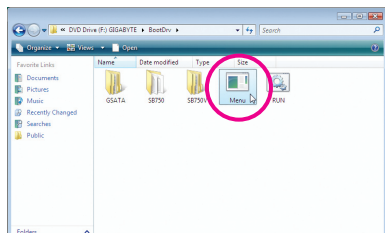
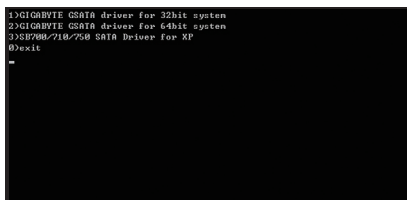

図 2
図 3
- 2: 光学ドライブフォルダから、BootDrv フォルダの Menu.exe ファイルをダブルクリックします(図2)。図3のようなコマンドプロンプトウィンドウが開きます。
- 3: 空のフォーマット済みディスクを挿入します。メニューから対応する文字を押すことでコントローラドライバを選択します。例えば、オペレーティングシステムの場合図3のメニューから 3) SB700/710/750 SATA Driver for XP を選択します。